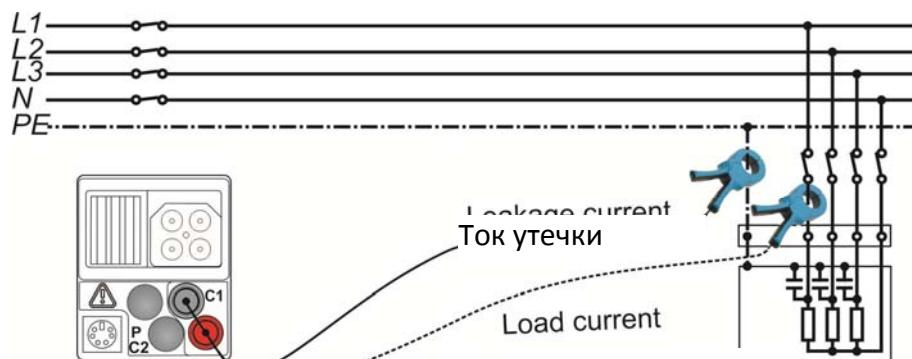

Рисунок 5.51: Измерения тока утечки и тока нагрузки
- Подключите токовые клещи к тестируемому элементу (см. Рисунок 5.51: Измерения тока утечки и тока нагрузки).